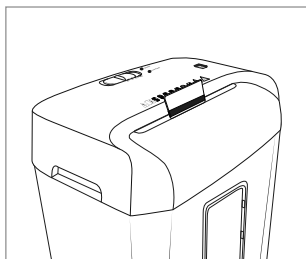

Fig. 3
- ◆ Inserire la carta di credito centralmente dall'alto nell'apertura di taglio **8** (vedi Fig. 3) e portare l'interruttore *REV/OFF/AUTO/FWD* **2** su *FWD* ("forward" [inglese] = avanti). È possibile inserire solo una carta di credito per volta. Inserirla nell'apertura di taglio **8** sempre con il lato più largo in avanti. Altrimenti la striscia magnetica non viene distrutta.